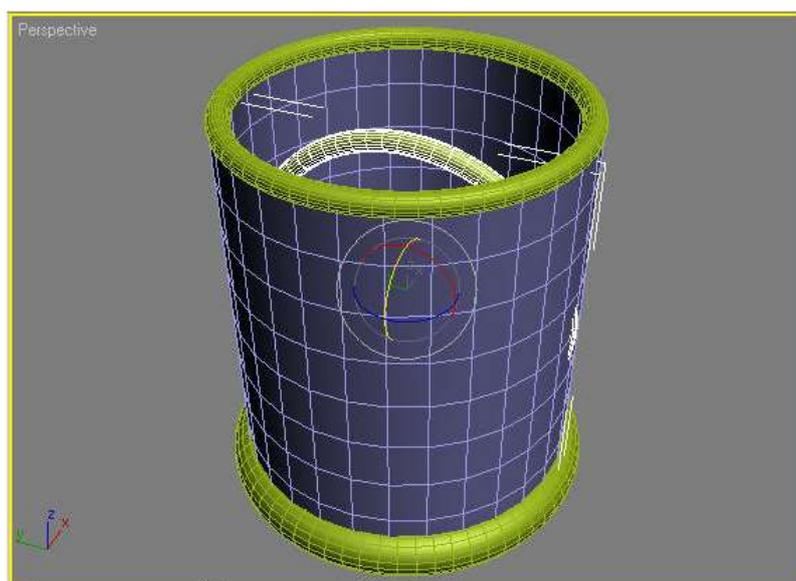

Рис. 10 – Вращение объекта
18. Кликните на объекте Torus03 правой кнопкой мыши и выберите в контекстном меню команду **Rotate** (**Вращение**). При этом на месте координатных осей локальной системы координат появится схематическое отображение возможных направлений поворота объекта. Если подвести указатель к каждому из направлений, то схематическая линия подсветится желтым цветом. Это означает, что поворот будет произведен в данном направлении. Поверните объект по оси Y на 90°, (рис. 10).